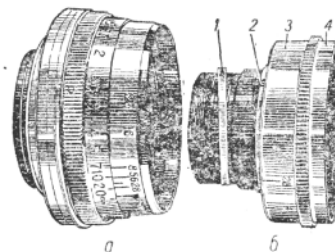
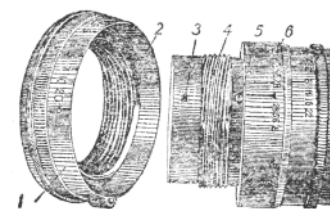
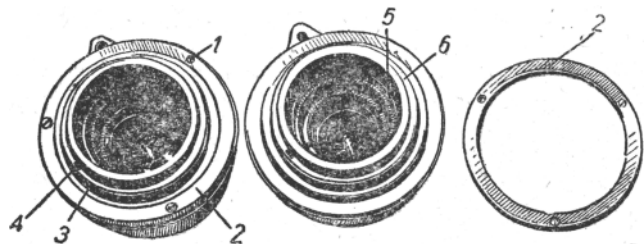

Рис. 262. Разобранный объектив «Индустар-26М».
Рис. 263. Основание оправы и тубус объектива.
Рис. 264. Детали оправы объектива.
Объектив состоит из двух частей: системы линз с диафрагмой в оправе (блока) б (рис. 262) и наружной оправы а. Система линз устроена примерно так, как в объективе «Индустар-10». Спереди установлены две передние линзы, а сзади — склеенные третья и четвертая. Диафрагма находится между второй и третьей линзами. Поводок диаф-
рагмы 3 (рис. 262,б) вращается на резьбе и соединен с коронкой диафрагмы (см. стр. 37) винтом 2, который ограничивает также движение диафрагмы.
Разборка и юстировка объектива. Для извлечения блока б (рис. 262) из оправы, отвинчивают ключом гайку 5 (см. рис. 264). Чтобы гайка произвольно не отвинчивалась, в
В объективах первых выпусков блок укреплялся только гайкой 5, что часто приводило к его смещению. В дальнейшем блок начали крепить гайкой и стопорным винтом. Этот винт может быть расположен в разных местах. Чаще всего он находится на тубусе рядом с винтом 5 (рис. 263) и закрыт маслом. Иногда стопорный винт расположен на кольце шкалы глубины резкости 6. Это кольцо укреплено на тубусе тремя стопорными винтами, один из которых (длиннее остальных) проходит сквозь тубус и крепит блок.
Блок объектива извлекается при ремонте диафрагмы, разборке линз и юстировке рабочего расстояния объектива. Юстировка производится при помощи колец 1 (рис. 262,б). Меняя кольца разной толщины, устанавливают необходимое рабочее расстояние. Замеряют рабочее расстояние объектива при помощи специальных приспособлений (см. стр. 182).
Для ремонта оправы объектива блок извлекать не нужно. Разборку оправы производят так. Отвинчивают три винта / (рис. 264), снимают кольцо 2 и снимают кольцо 6
с пазом, в котором помещен винт 4. Отвинтив винт 4 (он завинчен в отверстие 5, рис. 263), можно вывинтить тубус, который соединен с основанием оправы при помощи многозаходных резьб 2 и 4. Отвинчивают тубус в правую сторону (резьба левая).
Неисправности объектива. 1. Сместился поводок диафрагмы. Если блок линз с диафрагмой крепится в наружной оправе только одной гайкой 5 (рис. 264), может сместиться диафрагменный поводок 3
(рис. 262, 6). Он смещается при прикладывании излишнего усилия для завинчивания или отвинчивания светофильтра. В этом случае, нужно взять объектив одной рукой за оправу, а другой за поводок диафрагмы и, приложив некоторое усилие, установить диафрагму на место. Необходимо также проверить, не отвинтилась ли гайка 5 (рис. 264).
2. Поводок диафрагмы 3 (рис. 262, 6) поворачивается, а лепестки диафрагмы остаются неподвижными.
3. Очень туго поворачивается оправа объектива. Иногда из-за сгустившейся смазки туго поворачивается оправа объектива и трудно навести на резкость по дальномеру. Следует поменять смазку трущихся поверхностей деталей оправы. Для этого снимают кольцо 2 (рис. 264), кольцо 6 и отвинчивают основание оправы / (рис. 263). Все снятые детали кладут в бензин и **смывают** старое масло. На многозаходных резьбах 2 и 4 масло смывают ватным тампоном, увлажненным бензином. Затем многозаходные резьбы, направляющий винт 4 (рис. 264) и трущиеся поверхности колец 6 и 2 слегка смазывают густым часовым маслом.
4. Появился люфт оправы. Нужно проверить состояние винта 4 (рис. 264). Если винт завинчен не до упора, снимают кольца 2 и 6 и завинчивают его.